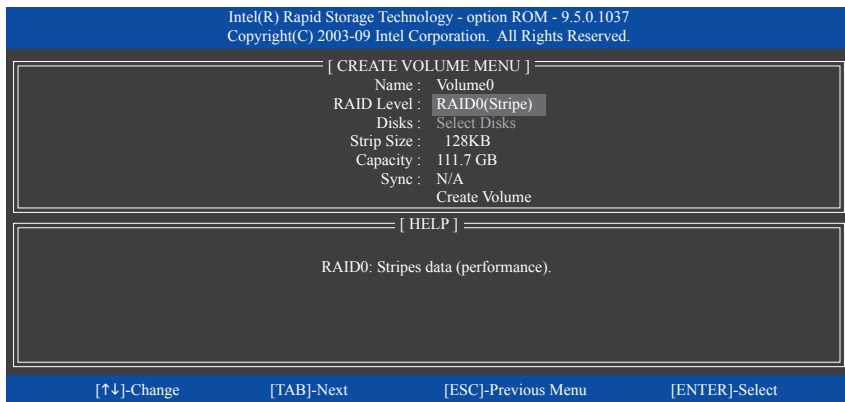

図 4
**CREATE VOLUME MENU** スクリーンに入った後、**Name** アイテムの下で 1~16 文字 (文字に特殊文字を含めることはできません) のボリューム名を入力し、<Enter> を押します。次に、RAID レベルを選択します (図 4)。サポートされるRAIDレベルにはRAID 0、RAID 1、Recovery (リカバリ)、RAID 10、RAID 5が含まれます (使用可能な選択は、取り付けられているハードドライブの数によって異なります)。<Enter> を押して続行します。